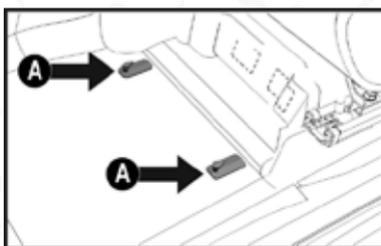

fig. 3
**ADVERTENCIA:** Revise que los tapetes estén siempre estirados y en la posición correcta. Observe la ubicación correcta en cada unidad y su respectiva posición. Para algunas versiones, el sistema dispone de elementos de sujeción para auxiliar en su retención en el piso del vehículo (fig. 3).